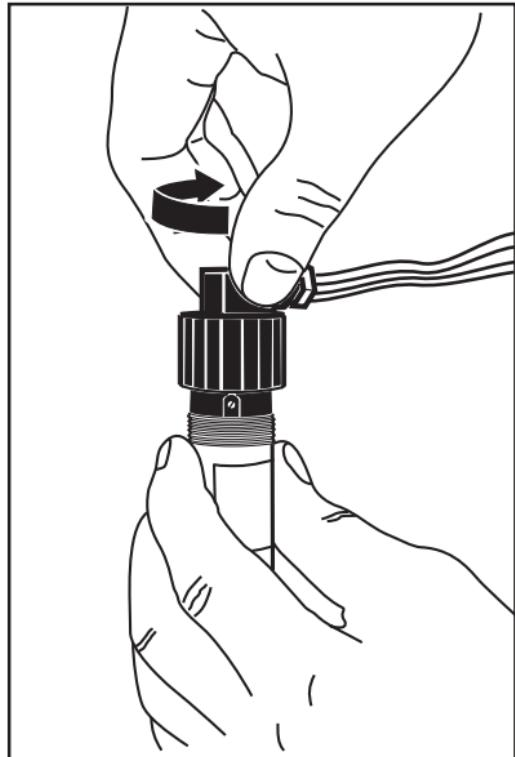

Рис. 6
- взяввшись за кабельную часть соединителя, как показано на рис. 6, повернуть обойму таким образом, чтобы расположение окна корректора нуля было удобным для работы; угол поворота обоймы относительно корпуса преобразователя составляет приблизительно  $350^{\circ}$  и ограничен специальными упорами;